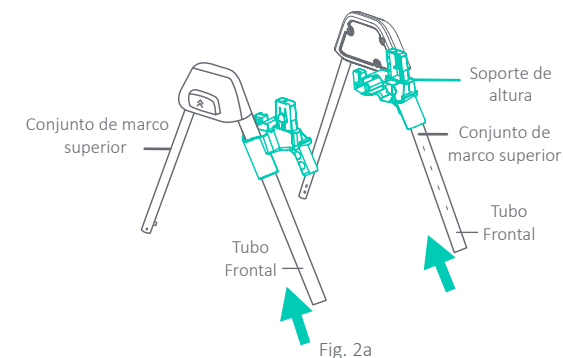

Fig. 2a
- 2) • **NOTE:** El tubo delantero se distingue fácilmente del tubo trasero por el despliegue de agujeros situados en la parte posterior del tubo delantero. Inserte el soporte de altura de los lados izquierdo y derecho en el tubo frontal del conjunto del marco superior como se muestra en la (Fig. 2a).